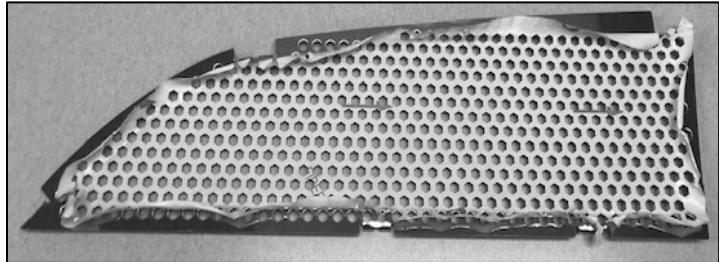

Fig. 1
3. Retirer la pellicule plastique des bords pour éviter de la coincer (fig. 1).